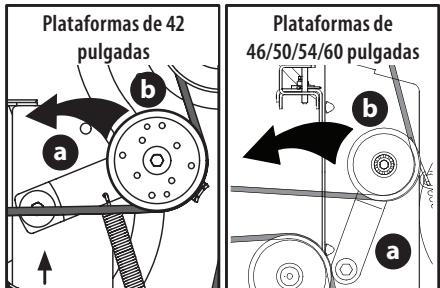

Figura 37
- a. Usando la manija de elevación de la plataforma o el pedal y la perilla de elevación de la plataforma, levante la plataforma a la posición que le ofrece mayor recorrido horizontal de la correa entre las poleas locas de la plataforma y la polea de la PTO en la base del motor (Figura 37 en la página 64).
- b. Desde la parte media del tractor, haga girar el soporte de la polea loca (a) y la polea loca móvil (b) hacia atrás, justo lo suficiente para levantar la correa, por encima de la polea del husillo (Figura 37 en la página 64).